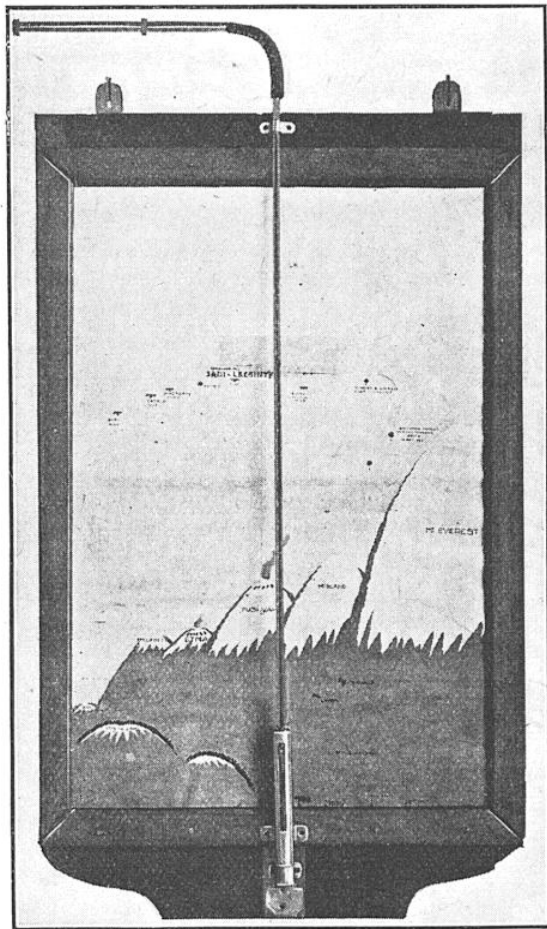
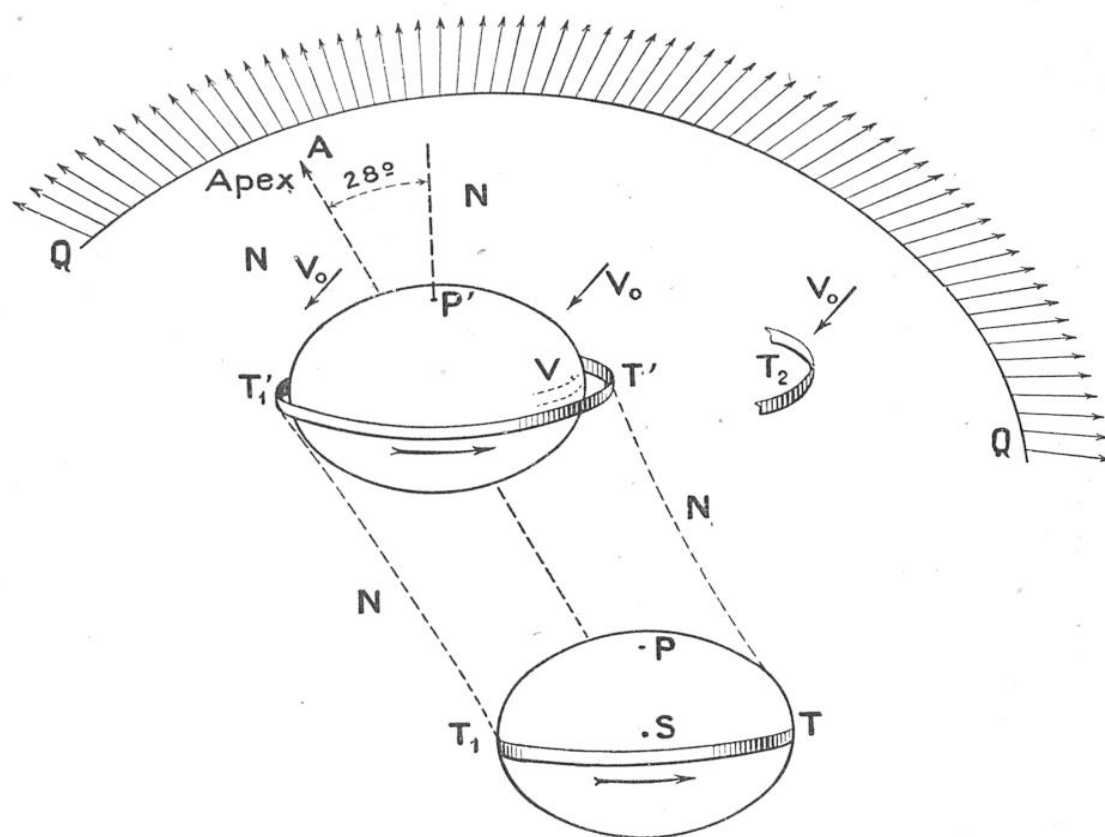
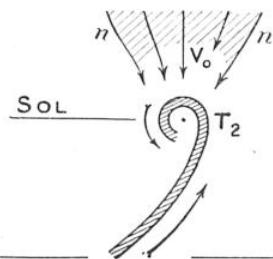

FIG. 3. — LE TABLEAU COMPARATIF DES GRANDES ALTITUDES ATTEINTES A CE JOUR
FIG. 1. — COMMENT ON EXPLIQUE L'ORIGINE DE LA TERRE PAR LA RENCONTRE DU SOLEIL ET D'UNE NÉBULEUSE
FIG. 4. — REPRÉSENTATION EN PLAN DE LA FIGURE 3
Le Soleil géant, qui devait, dans sa vieillesse, se réduire à notre Soleil actuel, avait un rayon équatorial 62,3 fois plus grand que lui, mais une densité beaucoup plus faible (0,00001 au lieu de 1,41). Sa durée de rotation de 57 jours lui imposait un fort aplatissement autour de l'axe SP (fig. 1). Son choc oblique sur la nébuleuse, dans la direction SA , donna à sa masse une pulsation, c'est-à-dire un renflement vibratoire de son équateur, qui émit, périodiquement, des anneaux planétaires. Au moment de
son émission, chaque anneau était séparé du suivant, le long de la trajectoire SA , par une distance égale à 6,28 u. a. (1) (fig. 1). Ainsi, si $PP' = 6,28$ u. a., l'anneau de Vénus V est près de quitter le protosoleil P' . L'anneau T , qui a formé l'embryon terrestre, n'a été émis par le protosoleil que le huitième après son choc sur la nébuleuse, c'est-à-dire après que celle-ci avait déjà reçu dans son sein les anneaux de la planète transneptunienne, de Neptune, d'Uranus, de Saturne, de Jupiter, des petites planètes et de Mars. L'extension radiale de l'anneau T (tout à fait semblable à celle d'un anneau de fumée projeté dans l'air) l'amène progressivement de T en T'' et, enfin, au rayon de l'orbite terrestre : son rayon passe ainsi de 43,5 à 149,5 millions de kilomètres, pendant qu'il s'élève dans la nébuleuse, dans la direction SA , de 50 fois cette même longueur. Pendant ce voyage, l'anneau, dont l'expansion est due, en partie, à la propulsion de la matière de la nébuleuse qui s'introduit à son intérieur, en capte, par son attraction, une certaine masse, en sorte que, parvenue au niveau de l'écliptique primitive, la masse totale de l'anneau différera, sans doute, assez peu de la masse de la Terre, dont la partie prépondérante provient du protosoleil.
provenant d'une couche équatoriale profonde, ainsi que son *impulsion orbitale de sens direct* et son *mouvement de translation vers l'apex*. Mais ce n'est pas tout : le protosoleil a donné à notre planète son plan d'orbite, qui coïncidait alors avec celui de son équateur, et ce n'est qu'après avoir émis l'anneau terrestre que l'équateur du protosoleil a progressivement basculé de 7° environ, parce que le choc nébuleux, oblique dans la direction S A, ne coïncidait pas avec son axe de rotation. Cette obliquité du choc aura aussi pour effet d'excentrer vers la droite l'orbite de l'anneau, ainsi que le montre la figure 1 où T' est plus loin du protosoleil que T. Ainsi peut s'expliquer l'origine des excentricités des orbites planétaires.
liter l'évolution de l'anneau terrestre, un milieu peu résistant ne contenant que des particules denses, mais peu nombreuses, milieu comme enfermé dans un œuf dont l'immense coquille QQ (figure 1) formait une sorte de voûte lumineuse, au delà de laquelle d'énormes masses légères, repoussées par le protosoleil, allèrent alimenter les planètes géantes, très peu denses, mais aussi pulvériser la nappe de petites planètes rencontrées sur leur chemin.
Nous venons de voir comment l'anneau terrestre qui ceinturait le protosoleil en T_1 (fig. 1) a pu, sans encombre, se dilater et atteindre, en T_2 , le rayon de l'orbite terrestre. Mais, pour comprendre la métamorphose de l'anneau, il faut maintenant préciser les temps et les dimensions dans ce berceau cosmique de la Terre. Le protosoleil étant une étoile pulsante ressemblant aux Céphéïdes et ayant une densité 0,00001, on peut lui appliquer une formule d'Emden et Shapley, qui donne sa durée de pulsation : 39,5 jours. Comme, entre deux pulsations consécutives, il parcourait 6,28 u. a., on en déduit sa vitesse moyenne 275 kilomètres par seconde, d'où l'on conclut qu'il a suffi de 316 jours pour que l'anneau terrestre ait parcouru les 50 u. a. qui le séparaient de son émission en T_1 , à sa position finale T_2 . Par ailleurs, avec une vitesse retardée proportionnellement au carré de la vitesse de translation dans la nébuleuse, j'ai pu calculer que le protosoleil avait mis à peine plus de deux ans à émettre les quinze anneaux planétaires depuis son choc sur la nébuleuse. Ces durées très réduites, d'où l'on conclut à la formation contemporaine de toutes les planètes, concordent parfaitement avec la durée de deux ans environ que l'on observe pour l'évolution des novæ, depuis le jour de leur apparition jusqu'à leur stade d'étoiles du type Wolf-Rayet.
Les figures 3 et 4 représentent, à grande échelle, ce qui s'est passé en T_2 de la figure 1.
La vitesse V_0 de la nébuleuse était d'arrière en avant de la figure 1, en sorte qu'en T_2 (ou $t_2 t'_2$ fig. 3) elle était antagoniste de la vitesse tangentielle V_t de l'anneau et, par suite, tendait à en refouler la matière, tandis qu'à gauche de la figure 1, les deux vitesses étaient de même sens. Sur la figure 4, image en plan de la figure 3, on voit nettement que le freinage, dû à la vitesse V_0 de la nébuleuse, tend à faire tomber à gauche, vers le Soleil, la partie T_2 de l'anneau, mais aussi à la replier en arrière, où elle est, d'ailleurs, rappelée par l'attraction de la masse restante de l'anneau. Ainsi s'amorce la rotation du tourbillon terrestre $t_2 t'_2$ dans le sens direct, comme l'anneau d'où il provient. Il est bien clair que tout l'anneau se concentrera en T_2 en moins d'un an, puisque, finalement, il donnera naissance à la Terre tournant autour du Soleil en un an.
Tant que la densité de l'anneau était seulement de 0,00001, son attraction vers sa ligne médiane était trop faible pour en réduire la hauteur $t_2 t'_2$; mais, au fur et à mesure de la concentration de sa masse en un tourbillon $t_2 t'_2$, on verra converger vers lui les masses nébuleuses n et n' (fig. 4) augmentant la masse future de la Terre, et en même temps le tourbillon $t_2 t'_2$, qui est d'ailleurs instable au point de vue gravitatif, tendra à se condenser vers son centre de gravité G .
La direction d'axe du tourbillon terrestre devait déterminer celle de l'axe de la Terre ; et, comme notre planète est près du centre du système planétaire et que l'angle de direction de translation SA (fig. 1) et de l'axe du protosoleil a été de 28° , on comprend que l'inclinaison de l'axe de la Terre sur celui de l'écliptique soit resté voisin de 28° ; il varie, en réalité, de $21^\circ 59'$ à $24^\circ 36'$: c'est cette inclinaison qui produit nos saisons. Si, dans sa révolution annuelle, la Terre avait toujours la même inclinaison à l'égard du Soleil, il n'y aurait pas de saisons.
FIG. 3. — DÉTAIL DU PHÉNOMÈNE AYANT, EN « T_2 » DE LA FIGURE 1, PRODUIT LA RUPTURE DE L'ANNEAU ET SON ENROULEMENT EN UN TUBE-TOURBILLON PAR L'ANTAGONISME DE « V_0 » ET DE LA VITESSE DE RÉVOLUTION DU RESTE DE L'ANNEAU